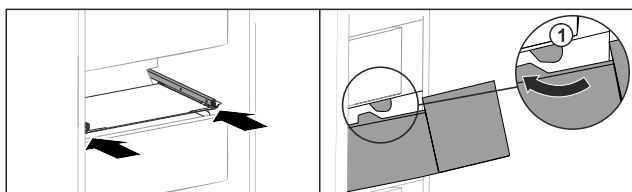

Fig. 168
- ▶ Обведите выдвижной ящик вокруг стопора Fig. 168 (1).